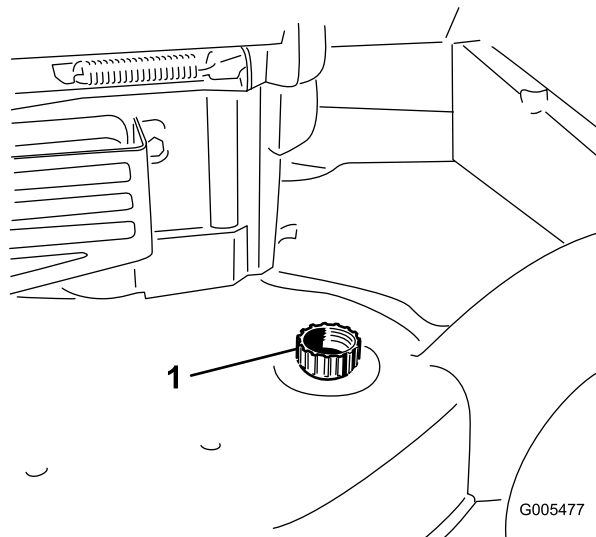

Figure 46
3. Branchez un tuyau d'arrosage relié à l'alimentation en eau au raccord de lavage du carter du tablier de coupe (Figure 46).